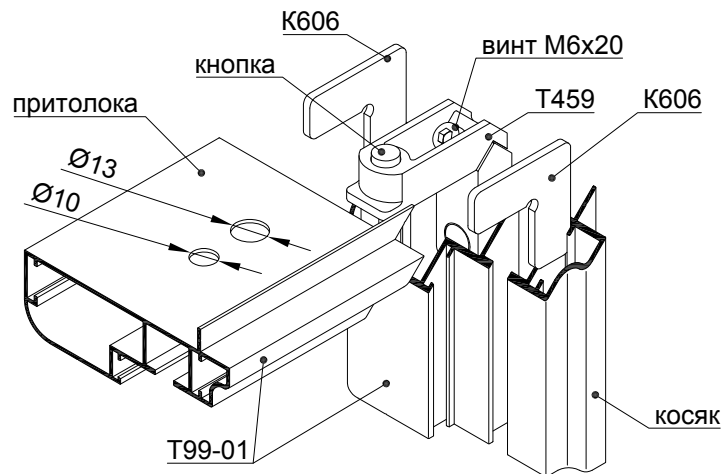

Рис. 15.1
3. Установить в косяк уголки К606 и соединительный уголок Т459 головкой винта М6х20 наружу (см. рис. 15.1). Кнопку на угловом соединителе необходимо совместить с отв. Ø10 мм в косяке;